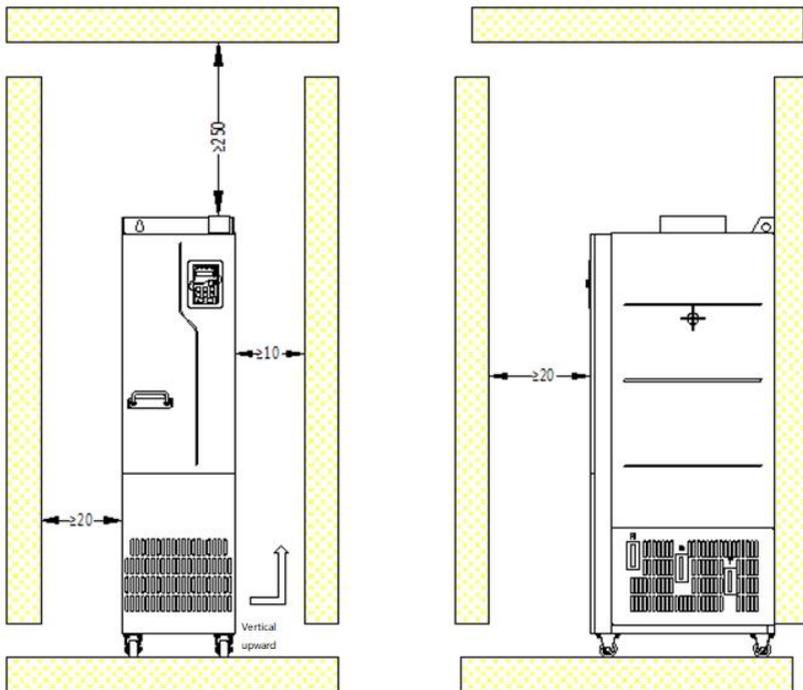

Figura 4-9 Requisitos de espacio de montaje
- ❖ La Figura 4-9 muestra el espacio de montaje. No solamente hay que reservar suficiente espacio de disipación de calor para la unidad VFD, sino que también hay que tener en cuenta las condiciones de disipación de calor para otros dispositivos del armario.